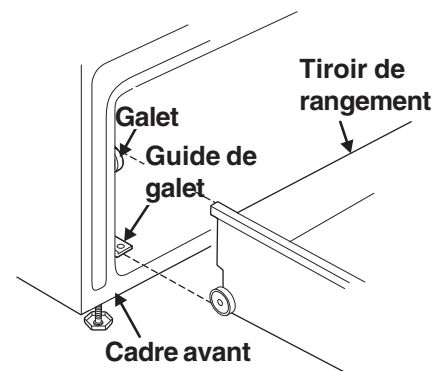

Figure 2
3. Avec une main de chaque côté de la porte, soulevez-la légèrement et tirez-la vers vous pour dégager les supports des charnières. Continuez à tirer la porte vers vous tout en faisant pivoter le haut de la porte vers l'appareil de façon à dégager les bras des charnières (Fig. 2).